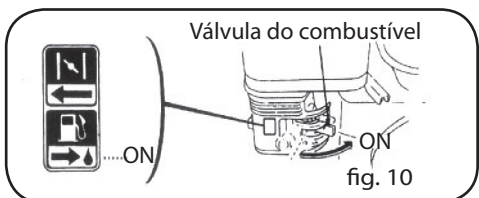

fig. 10
6. Colocar a válvula do combustível na posição "ON" (Fig. 10).